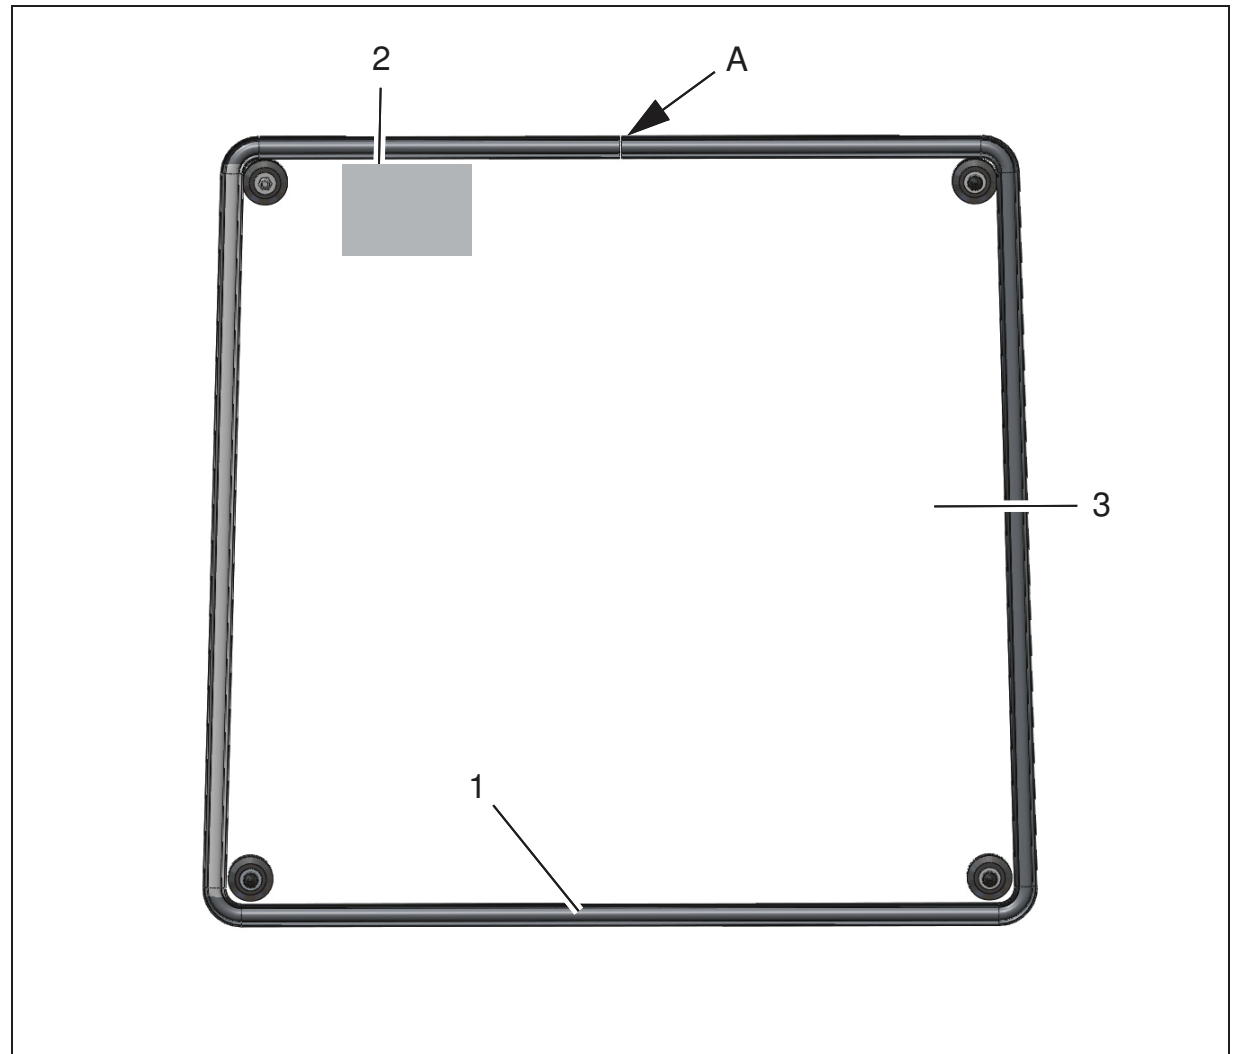

Abb.7
1. Kantenschutz (Abb. 7/1) für die Frontscheibe montieren Schnittstelle nach oben ausrichten (Abb. 7/A).
2. Scheibenwischermotor (Abb. 7/2) oben am Dach befestigen.
3. Frontscheibe (Abb. 7/3) mit den Schrauben M 8 x 35, Dichtscheiben, Unterlegscheiben und Muttern M 8 am Frontrahmen des Fahrerschutzdaches montieren, ausrichten und befestigen.